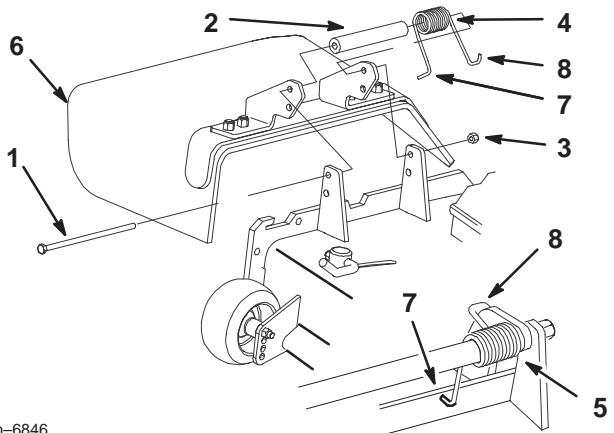

Figure 78
1. Retirez le contre-écrou, le boulon, le ressort et l'entretoise qui fixent le déflecteur aux supports de pivot (Fig. 78). Enlevez le déflecteur s'il est endommagé ou usé.
**Remarque :** Prenez soin de placer l'extrémité en L du ressort derrière le bord du plateau avant de mettre le boulon en place, comme indiqué à la Figure 78.
3. Remettez le boulon et l'écrou. Accrochez l'extrémité crochue en J du ressort au déflecteur d'herbe (Fig. 78).